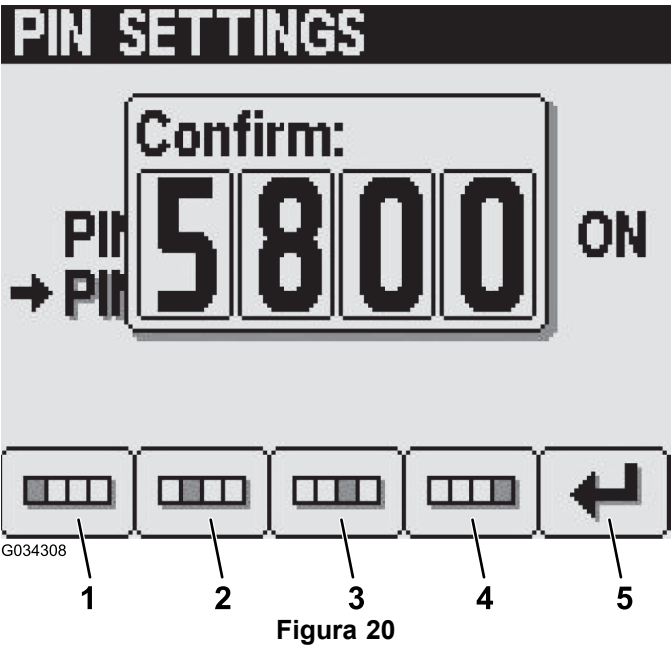

Figura 20
6. Confirme o novo PIN utilizando os botões 1 a 4 e prima o botão 5 quando terminar o PIN (Figura 20).
**Nota:** Depois de confirmar as definições do PIN (Figura 20), surge um ecrã de PIN corrigido durante aproximadamente 5 segundos.